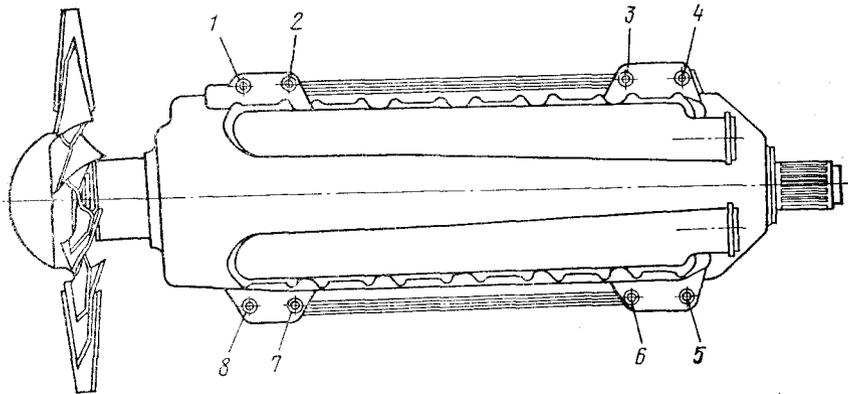

Рис. 94. Опоры дизеля:
ема в порядке 2—6—3—7 (рис. 94). При монтаже на силовом агрегате системы дизеля доукомплектуйте соответствующими узлами, трубопроводами и агрегатами, которые заводом-изготовителем не поставляются.
1. Просверлите отверстия в раме для установки призонных болтов по отверстиям 1—4—5—8 в опорных лапах дизеля (см. рис. 94) и разверткой доведите их до размера $15,5^{+0,027}$ мм.